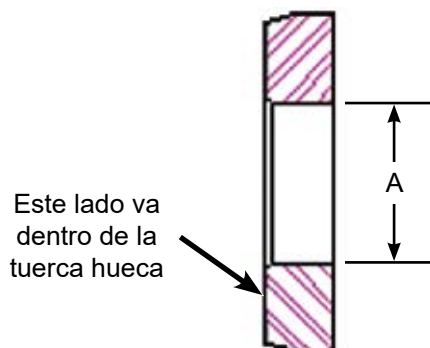

Figura 56: Revisión del buje guía (solo para unidades de 40K).
11. Quite la junta tórica (Figura 56) de la tuerca hueca.
2. En unidades de 40K, mida el diámetro del buje guía (Figura 56, A). Si el diámetro excede la especificación de la dimensión A que se encuentra en la “Tabla de reemplazo de buje guía de 40K” a continuación, reemplace el buje. Si el tiene rayaduras o si el borde está dañado, reemplace el buje.
1. Instale una nueva junta tórica (Figura 56) sobre la tuerca hueca.